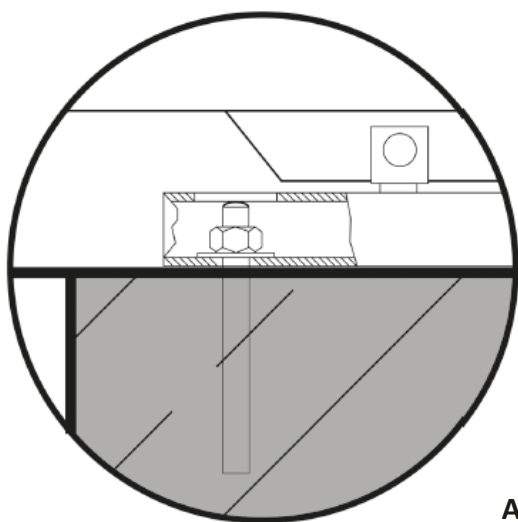

Abb. 6
- Befestigen Sie die Schiene auf dem Fundament **Abb. 6**;